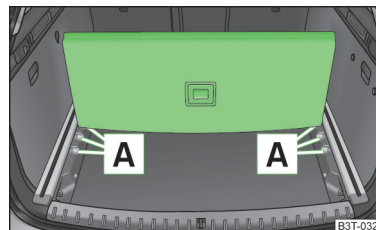

Fig. 113
- ▶ Introduceți marginea din spate într-unul din orificiile **A** » fig. 113.